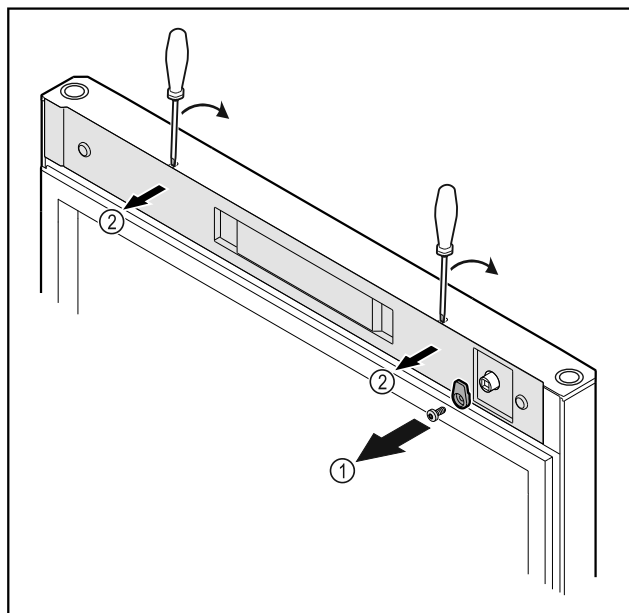

Fig. 17
- Svitare i ganci di chiusura Fig. 17 (1).
- Disinnestare la copertura Fig. 17 (2) con l'ausilio di un piccolo cacciavite e rimuoverla.